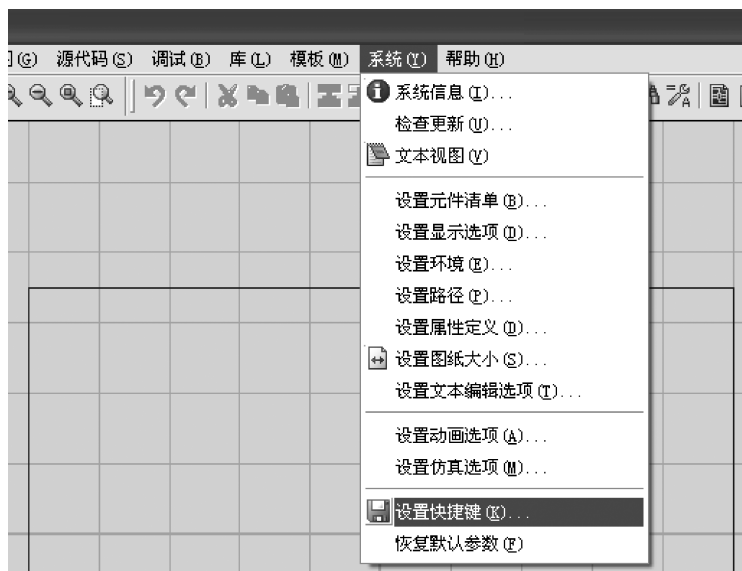

图 2-1 设置快捷键菜单
1) 打开“系统”菜单，选择“设置快捷键”，如图 2-1 所示。